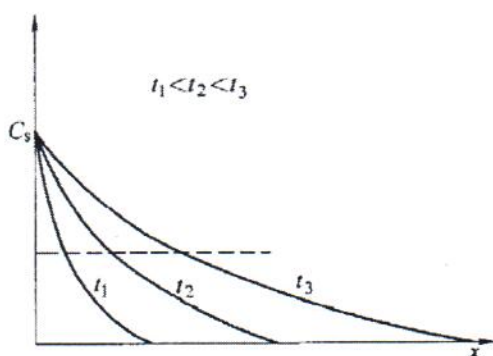

图 10-2 第六题第 1 小题图
1. 菲克第二定律的解之一是误差函数解,  $C = A + B \operatorname{erf}\left(\frac{x}{2\sqrt{Dt}}\right)$ , 它可用于纯铁的渗碳过程。若温度固定, 不同时间碳的浓度分布则如图 10-2。已知渗碳 1 小时后达到某一特定浓度的渗碳层厚度为 0.5mm, 问再继续渗碳 8 小时后, 相同浓度的渗层厚度是多少?